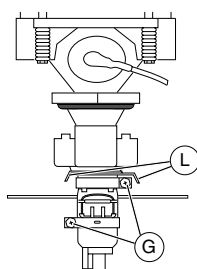

Fig. 5
- 2 Schrauben (G) (Fig. 5) mit einem antimagnetischen Schraubendreher lösen und SVM-Spule sowie Ablenkeinheit vom Bildrohrhals entfernen.
- 2 Schrauben (G) (Fig. 5) mit einem antimagnetischen Schraubendreher lösen und Ablenkung so einstellen, dass das Testbild mittig und nicht verdreht ist. 2 Schrauben (G) (Fig. 5) wieder fest drehen.
- Mit den Geometrie-Einstellringen (L) (Fig. 5) die statische Konvergenz einstellen.
- Undo the 2 screws (G) (Fig. 5) using an antimagnetic screw driver then remove the SVM coil and the deflection unit from the picture tube neck.
- Undo the 2 screws (G) (Fig. 5) with an antimagnetic screw driver then adjust the deflection unit so that the test pattern is perfectly located in the centre. Retighten the 2 screws (G) (Fig. 5).
- Use the geometry alignment rings (L) (Fig. 5) to adjust the static convergence.